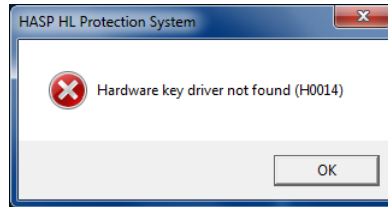

Рис. 5.1. Сообщение об отсутствии HASP-ключа
**Внимание!** При работе с ПО STEMAX HASP-ключ должен быть всегда подключен к **серверному** компьютеру. Отсутствие ключа блокирует работу всех компонентов программного обеспечения. При отсутствии HASP-ключа появляется сообщение об ошибке (Рис. 5.1).